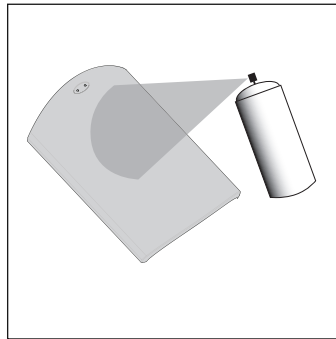

FIGURA 9: Pinte la rejilla al aerosol en capas delgadas. No tape los agujeros de la rejilla con pintura.
2. Con pintura aerosol, póngale a la rejilla dos capas delgadas del color de acabado [figura 9]. Si está utilizando compresor y pistola de rociado, ponga el selector de la pistola en la posición que produce el rociado más fino y difuso. Tenga cuidado de no tapar los agujeros de la rejilla con pintura.